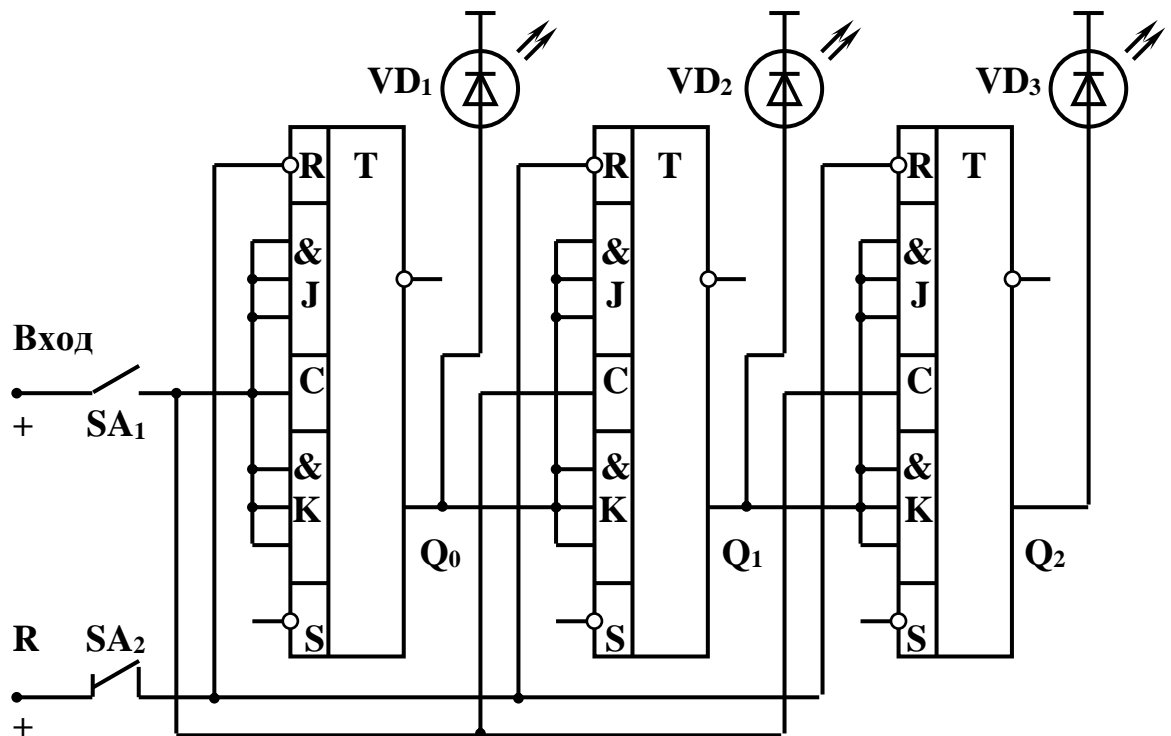

Рисунок 1. Суммирующий счетчик
1. Собираем электрическую схему цепи (рисунок 1) и предъявляем ее для проверки преподавателю.